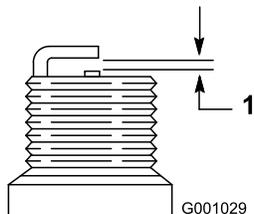

Figure 50
4. Réglez l'écartement des électrodes de la nouvelle bougie à 0,76 mm (0,030 po), comme montré à la Figure 50.